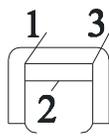

图 2-1-5
选择要偏移的对象或 <退出> : // 单击鼠标右键结束命令, 其结果如图 2-1-5 所示
指定圆弧的起点或 [圆心 (C)] : // 按 F3 键打开捕捉功能, 单击如图 2-1-5 所示的点 1
指定圆弧的第二个点或 [圆心 (C)/端点 (E)] : // 单击如图 2-1-5 所示的点 2 即该直线的中点
指定圆弧的端点 : // 单击如图 2-1-5 所示的点 3